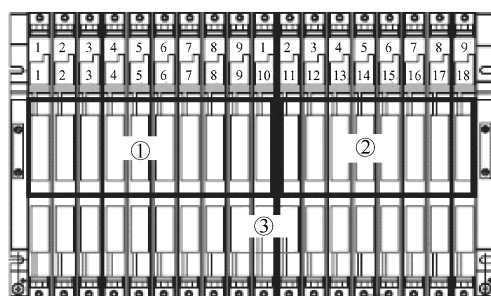

图 2-45 CR2 机架及其总线
CR2 机架用于分段式中央机架设计，可安装中央控制器和扩展单元。CR2 有 I/O 总线和通信总线。I/O 总线分为两个局部总线区段，分别为 10 个和 8 个插槽，如图 2-45 所示，I/O 总线分为两个局部总线区段①和②，其中区段①为 10 槽，区段②为 8 槽，③为通信总线。CR2 共 18 槽，可安装一个电源模块和两个 CPU 模块和其他模块。